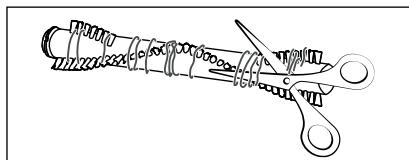

Fig. 31
- 4) Coupez les fils et les cheveux le long des poils du rouleau brosse ②1 à l'aide de ciseaux (voir fig. 31). Retirez les fils et les cheveux du rouleau de la brosse ②1.